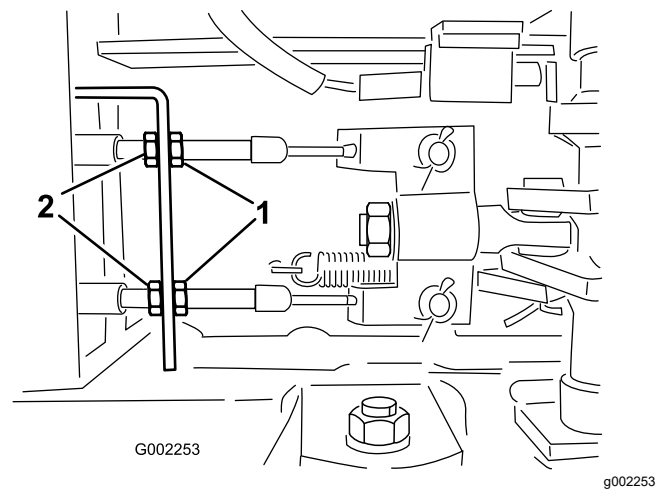

Bild 137
5. Lösen Sie die vorderen Klemmmuttern an den Bremskabel unter der Vorderseite des Sprühfahrzeugs (Bild 137).
6. Ziehen Sie die hinteren Klemmmuttern gleichmäßig an, bis das Spiel des Bremspedals 1-2 cm beträgt, bevor Sie einen Widerstand spüren (Bild 137).